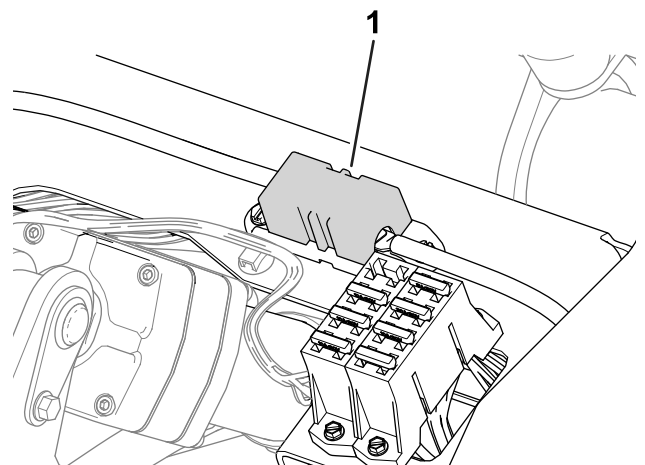

Figura 45
- Los fusibles del motor de la rueda derecha (60 A) están situados debajo del asiento (Figura 45).